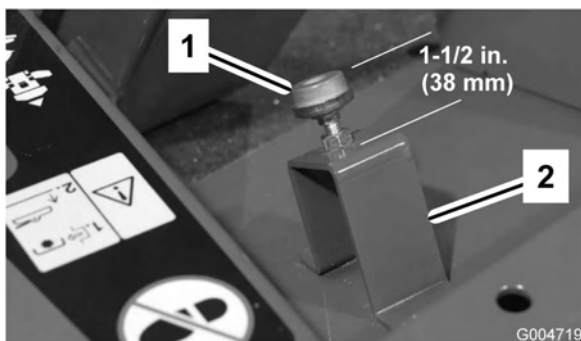

Bild 67
2. Prüfen Sie die Einstellung des Anschlages des Fahrpedals. Der Abstand zwischen der Oberseite des Ständers und der Oberseite des Anschlages muss 38 mm betragen (Bild 67). Lockern Sie die Muttern und stellen die Entfernung bei Bedarf ein.